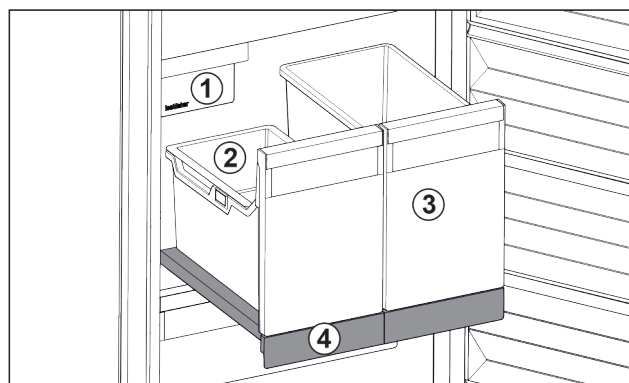

Fig. 17 Wysuwana półka z IceTower
Na wysuwanej półce znajdują się dwa wysokie pojemniki (IceTower). W pojemniku Fig. 17 (2) zbierane i przechowywane są kostki lodu z IceMaker. Pojemnik Fig. 17 (3) nadaje się do przechowywania wysokich artykułów spożywczych, takich jak pizza i napoje alkoholowe.